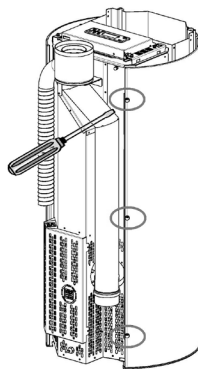

Fig. 73 - Αφαιρέστε τις βίδες
- Ξεβιδώστε τις πίσω πλευρικές βίδες (βλέπε **Fig. 73**).